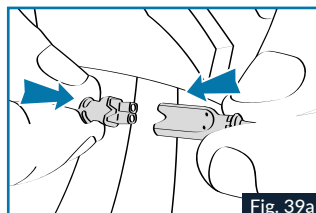
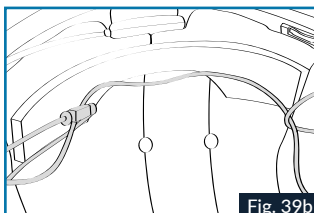

Fig. 39a
Fig. 39b
11. Effectuer les branchements des speakers (connecteur noir 2 branche), et le clavier suivant la FIG.39a, puis faite passer le câble du speaker droite comme indiqué sur la Fig.39b